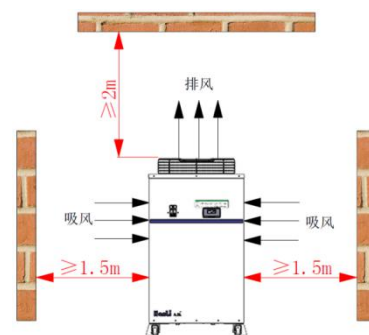

图 4 设备安装空间要求
- 进风口 1.5m 范围内，排风口 2.0m 范围内均不得有遮挡物，以免影响设备散热，如图 4 所示。